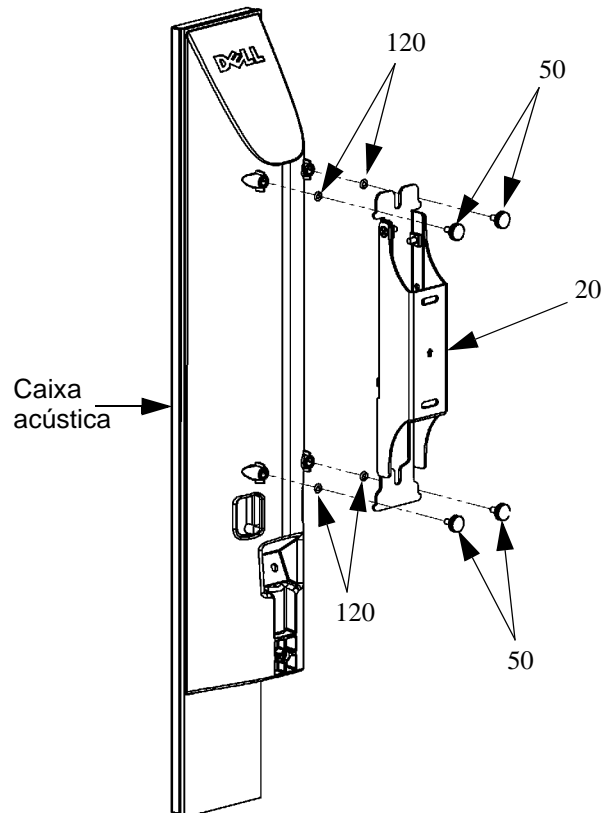

Figura 13. Instalação da caixa acústica usando quatro parafusos de aperto manual
1. Instale quatro parafusos de aperto manual (60) nos furos rosqueados da caixa acústica. Não aperte os parafusos de aperto manual ainda (consulte a figura 13).
3. Coloque a caixa acústica no suporte de parede (20), assegurando-se de que cada parafuso de aperto manual esteja posicionado sob uma das quatro aberturas curvas do suporte.
4. Aperte com a mão os quatro parafusos de aperto manual (60), para prender a caixa acústica no lugar.